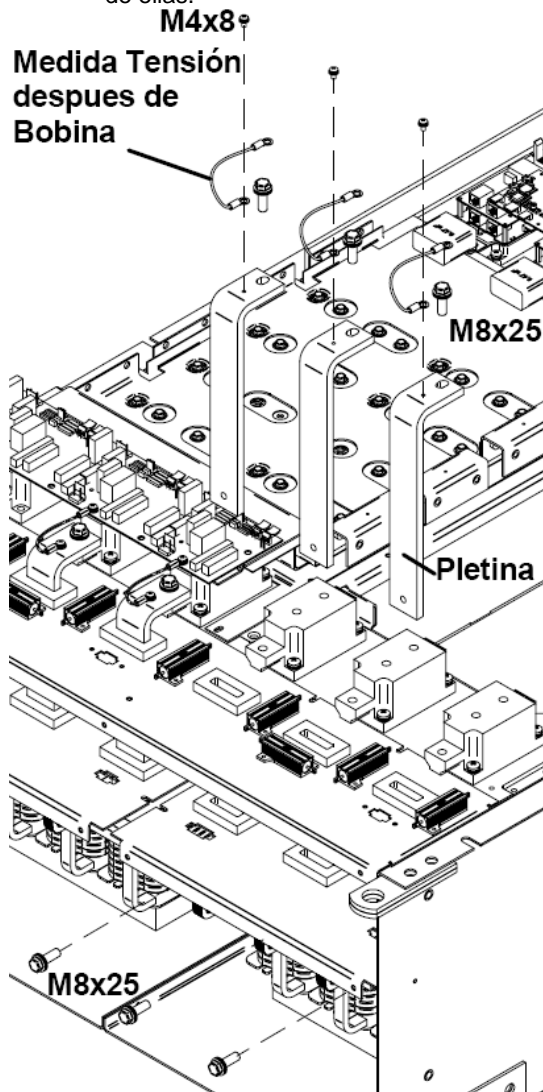
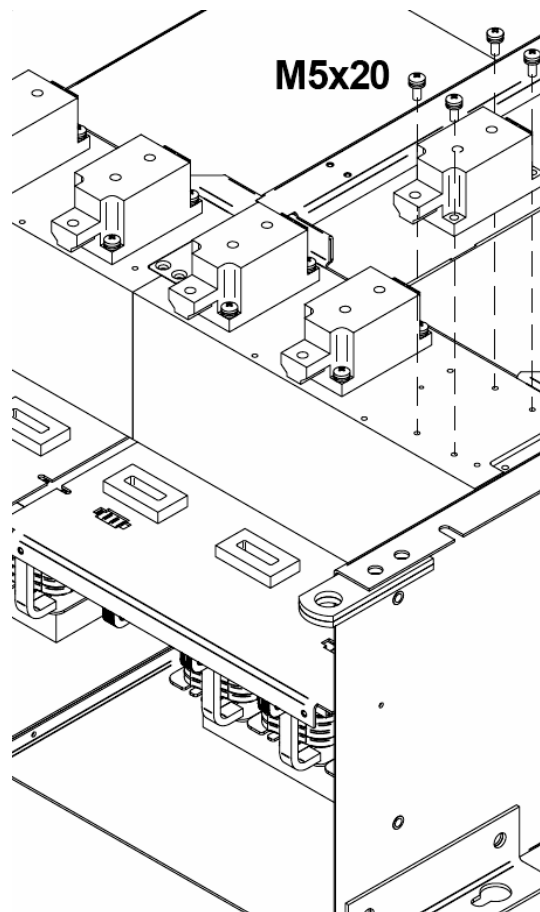

Figura 6.18 Extracción pletinas bobina de choque-tiristor
Figura 6.19.Extracción tiristor
Consultar la figura 6.18 y figura 6.19 mientras se siguen estas instrucciones:
- a) Insertar las pletinas por el hueco de la plancha (ver figura 6.18).